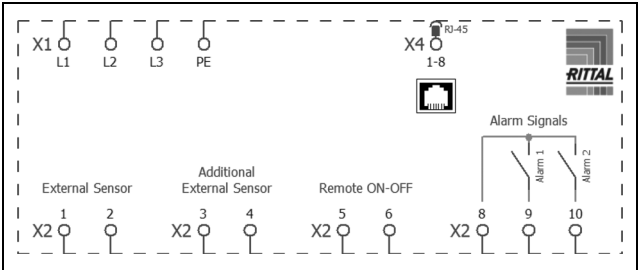

图 36：接线图
- 从运输包装袋中取出电源连接插头并根据连接示意图生成电源连接（图 36）。